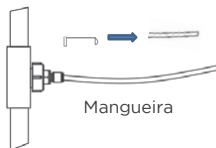

Fig. 4
- Adicione o limitador de corrente branco dentro da mangueira de PE e insira a mangueira de 1/4", empurrando até o final da conexão (Fig. 4).